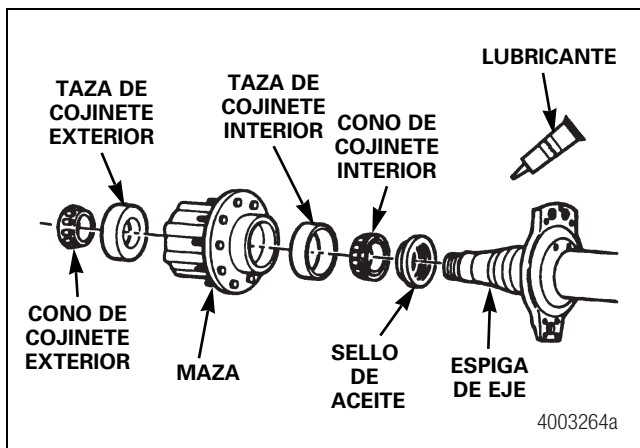

Figura 9.1
- En los ejes con extremos de rueda convencionales, la maza, el sello, el lubricante y los cojinetes vienen instalados como componentes separados. Figura 9.1.